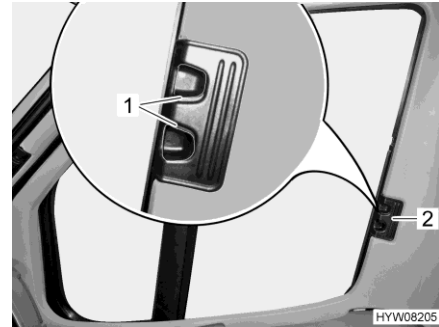

Fig. 42 Estor plegable para la ventana del conductor/acompañante
- Introducir los estores plegables para la ventana del conductor y la ventana del acompañante hasta el tope desplazando el tirador (Fig. 42,2).
- Dejar que engatillen los tiradores de desbloqueo (Fig. 42,1).